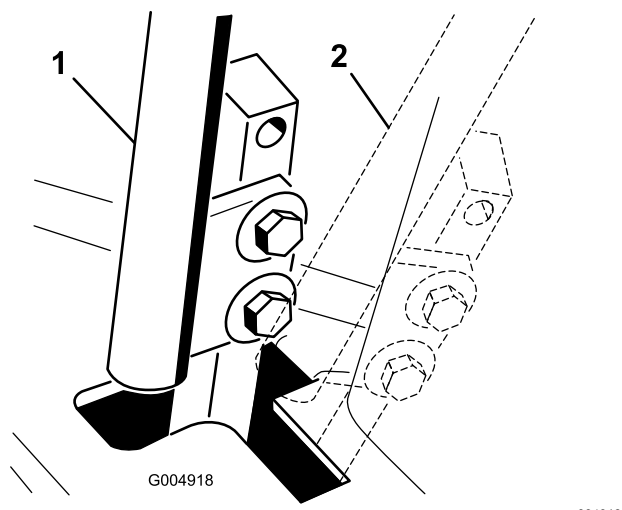

Figure 84
4. Placez le levier de commande au POINT MORT, **sans le verrouiller (Figure 84)**.
6. Vérifiez la position du levier par rapport au cran de la console (Figure 84).